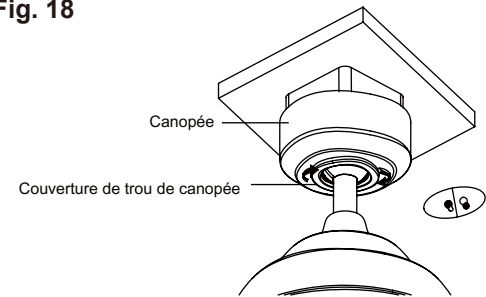

Fig. 19
**Étape 3.** Attachez et serrez solidement le couvercle du trou de la verrière sur les vis d'épaule dans le support de montage en utilisant la fonction de verrouillage de torsion de porte-clés. (Fig. 19)